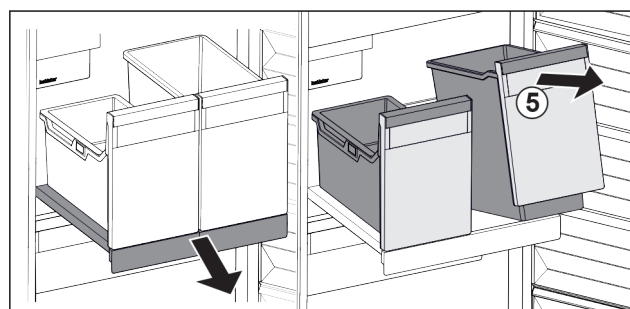

Fig. 28
- ▶ Приподнимите контейнеры Fig. 28 (5) спереди.